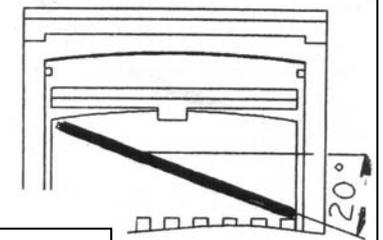

Fig. 22
Après démontage du déflecteur, desserrer la vis (A) (clé à pipe H 10), dégager la manette et sa tige de commande partiellement, sans les extraire de la grille, afin de libérer le volet **(Fig. 22)**.